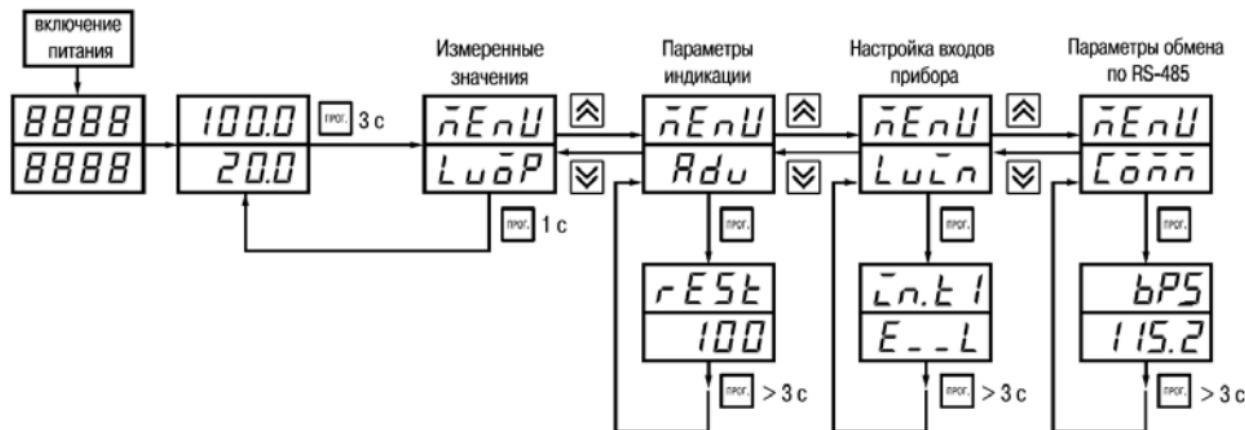

Рисунок 7.1
7.1.2 Основные параметры прибора TPM200 объединены в 4 группы *Ло $\delta$ Р*, *Rdu*, *Лу $\bar{\delta}$ п* и *Ло $\bar{\delta}$ п*, составляющие меню прибора (рисунок 7.1). Полный список программируемых параметров приведен в Приложении Б.